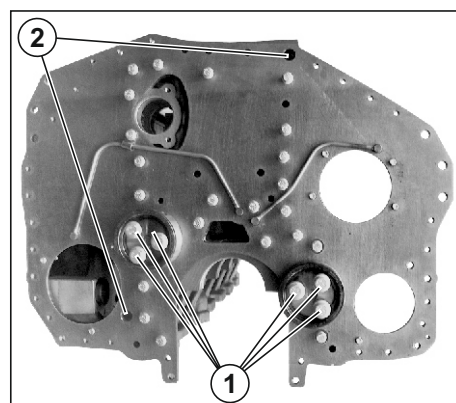

Рис. 37. Снятие осей промежуточных шестерен и листа торцевого.
3. Отвернуть болты (1) (310092) (см. Рис. 37), снять ось шестерни промежуточной вала распределительного (650.1029129) и ось шестерни промежуточной насоса топливного (650.1029128).
3. Снять две направляющие втулки (2) (650.1002598) (см. Рис. 37).